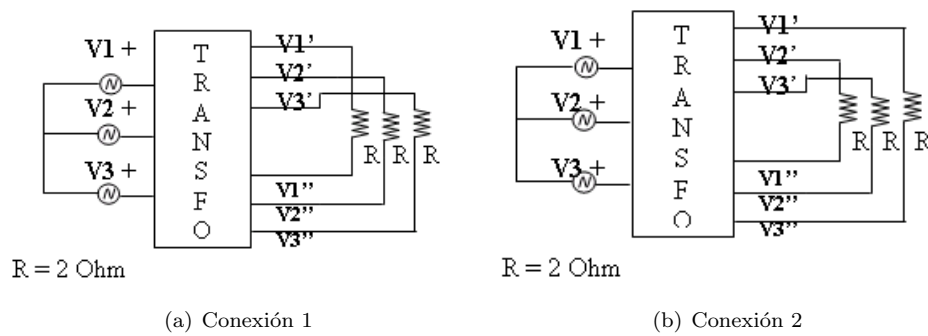

Figura 5: Esquema de Conexión para el Problema 6
- Para la conexión indicada en la figura 5(a) determinar los fasores corriente por la carga y corriente por el primario del transformador.
- (c) Para la conexión indicada en la figura 5(b) determinar los fasores corriente por la carga y corriente por el primario del transformador.
- (d) En la configuración de la figura 5(b) se conecta un amperímetro entre los neutros de los secundarios. Determinar la corriente que indica.